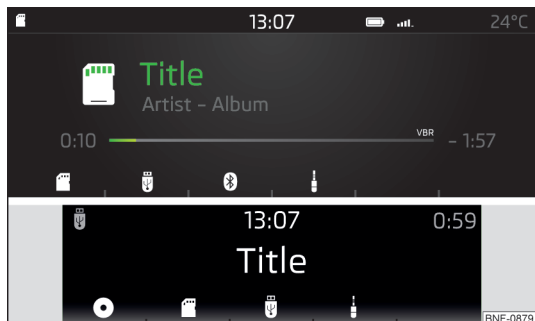

Fig. 105
- Para la **elección de la fuente de audio en el menú principal Media**, presionar la tecla **[MEDIA]** y elegir la fuente deseada por medio de las teclas de función» **fig. 105**.